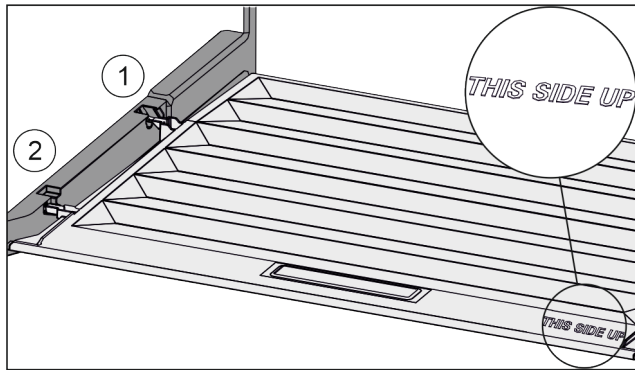

Fig. 46
- ▶ Inserire le nervature del coperchio attraverso l'apertura del supporto posteriore Fig. 46 (1) e innestare anteriormente nel supporto Fig. 46 (2).